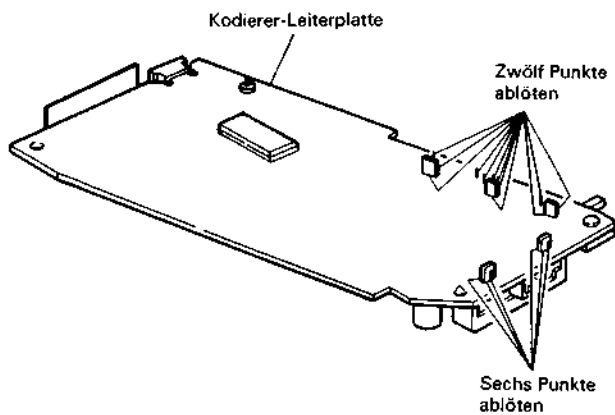

Abb. 2.25 Ausbau der Kodierer-Leiterplatte
6. Die zwölf (12) Lötunkte ablöten und die Zoomschalter-Leiterplatte entfernen (siehe Abb. 2.25).
7. Die sechs (6) Lötunkte ablöten und die Videorecorder/Aufnahme-Wahlschalter-Leiterplatte abnehmen.